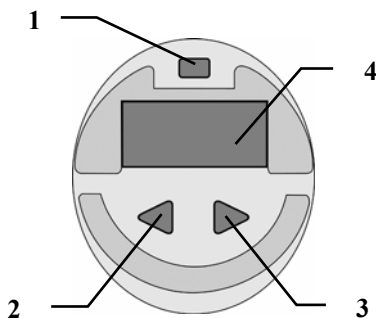

Рис.3. Панель управления и индикации измерителя скорости
КНОПКА (см. Рис.3)	ФУНКЦИИ*
9.4. На индикаторном табло [4] (Рис.3) отображается несколько различных типов информации:
Кратковременно нажимая верхнюю кнопку [1] на панели управления (Рис.3), установите требуемый режим работы измерителя скорости. Индикация режима - буква на среднем сегменте индикаторного табло: